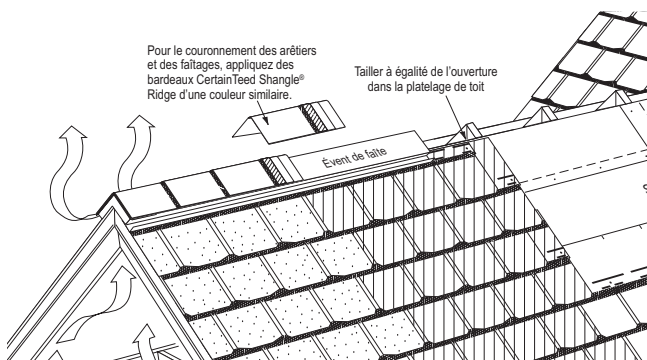

Figure 15-16 : Pose de bardeaux Shangle Ridge sur l'événement de faîteage.
8. Si des événements de faîteage surmontés de bardeaux sont installés (Figure 15-16), ils doivent correspondre aux dimensions de 12 po de large des arêtiers et des faîteages. Veillez à suivre les instructions du fabricant de l'événement de faîteage. Pour fixer les bardeaux de couronnement à l'événement de faîteage, utilisez des clous galvanisés trempés à chaud d'une longueur suffisante pour pénétrer de 3/4 po dans, ou à travers, le platelage.